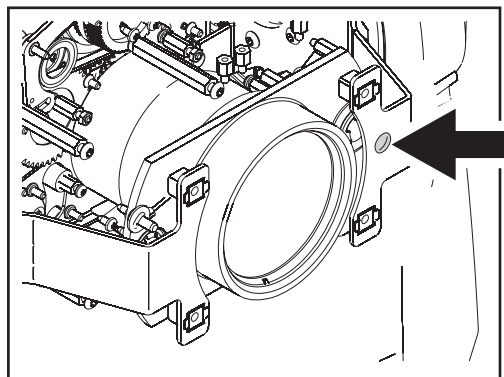

Figure 18: Vis de réglage de la mise au net
4. Voir Figure 18. Insérez un tournevis dans le perçage (fléché ci-contre) sur la plaque avant et utilisez la vis de réglage pour ramener l'équipage de mise au net à l'arrière du module.